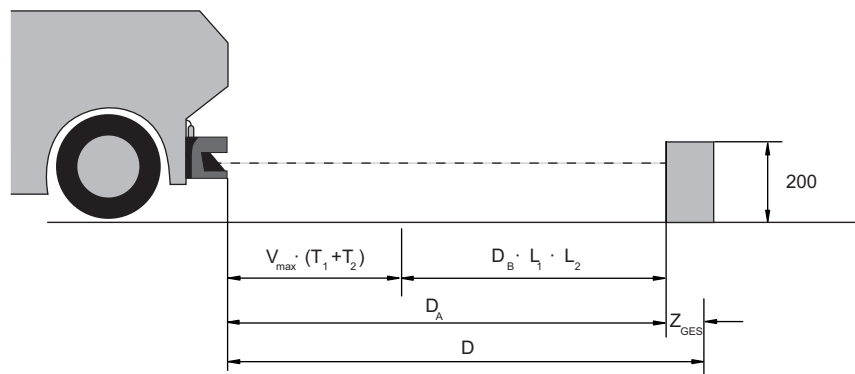

Figura 6.17: Protezione mobile di aree pericolose, calcolo della distanza minima D necessaria
- ↪ Porre i campi protetti verticali in posizione leggermente inclinata in modo che i bordi inferiori del campo protetto sporgano sempre in misura pari ai supplementi Z_{SM} , Z_F e, eventualmente, Z_{REFL} dalla larghezza del veicolo (vedi figura 6.17).